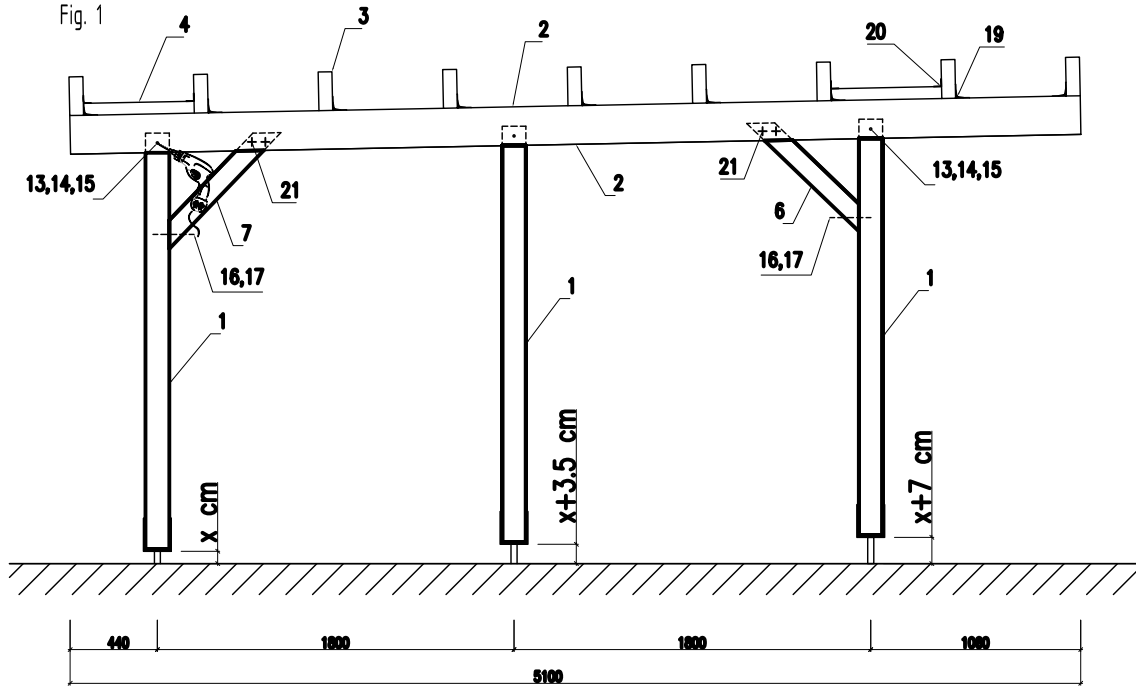
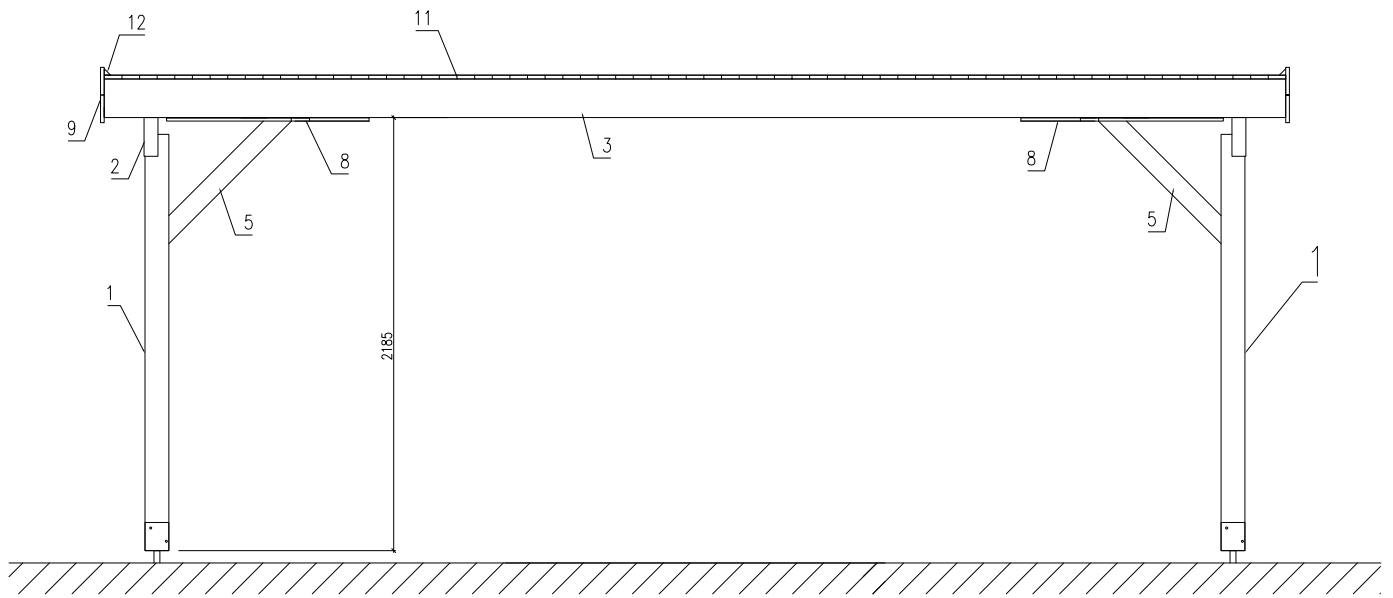

Fig. 2
Fig. 3
Börja med att mäta ut placeringen av stolparna enligt bild 2. (Fig 2)
- b) Att kapa de bakre stolparna enligt mått i fig 2. (enligt ovan)
Montera långsidans regel (pos. 2). Kontrollera överhänget framför och bakom enligt fig. 2.
Montera takbalkarna (pos.3). Se avstånd i fig.3. Fäst med vinkeljärn. (pos 23)
Montera kortlingarna (pos.4) Se placering i fig. 2 och fig. 3. Fäst med vinkeljärn (pos 24)
Montera diagonalerna (pos 10) för att göra carporten ännu mer stabil. Diagonalerna fästs med skruv (pos.26) på undersidan av takbalkarna enligt fig. 3.